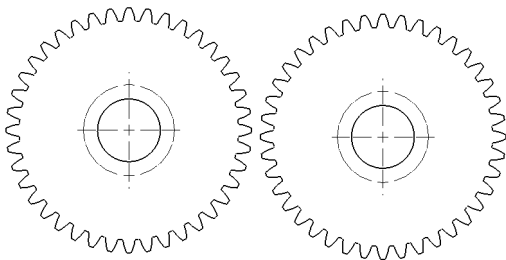

图 12-21 复制和粘贴视图对象
(3) 复制视图对象, 单击菜单栏中的【编辑】|【粘贴】命令, 即可粘贴视图对象, 调整视图对象的位置, 效果如图 12-21 所示。